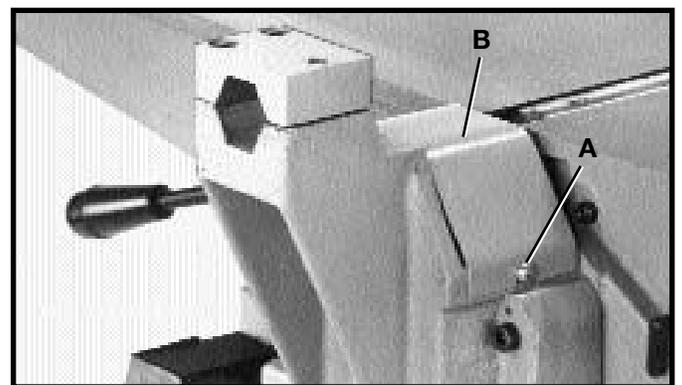

Fig. 17
1. Afloje dos tornillos, uno de los cuales aparece en (A) Fig. 17, y quite el protector de la polea del cabezal de corte (B).